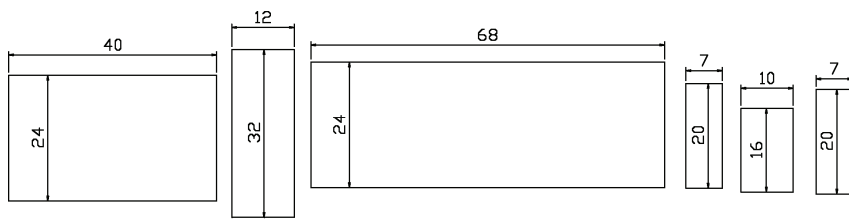

图 2-14 绘制矩形
3) 在“常用/图层”中选择“粗实线”图层，使之成为当前图层。执行“矩形”命令(REC)，绘制以下几个矩形：40×24、12×32、68×24、7×20、10×16、7×20，如图 2-14 所示。